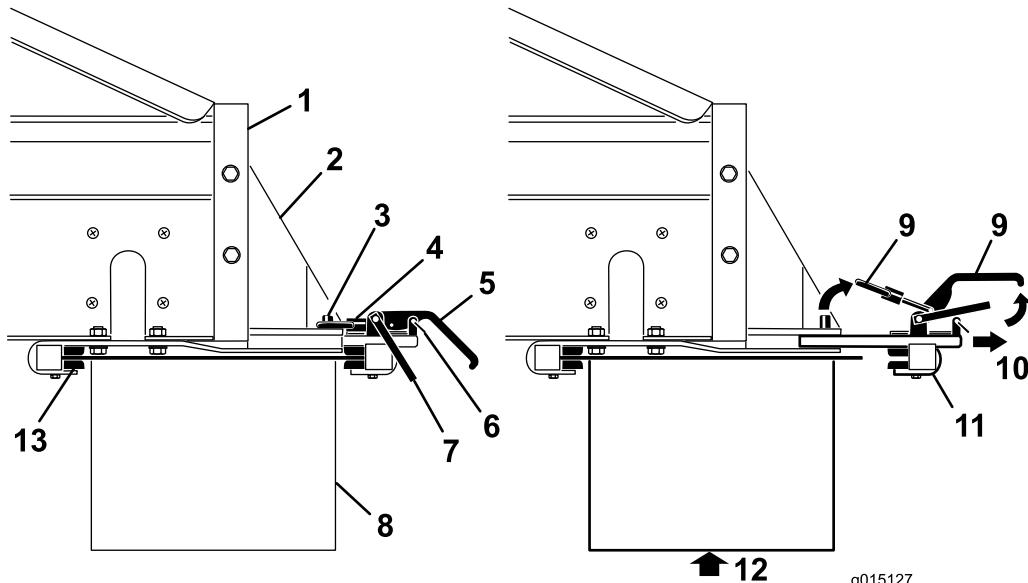

图29
1. 卸下锁紧手柄 (图29) 上的安全闩夹。
2. 提起安全闩，然后提起附件连接锁紧手柄，再从锁销中放开锁环 (图29)。
3. 将后部的附件连接锁紧组件滑出快速连接槽 (图29)。
4. 在协助下，将位于 MH-400 后部的双甩盘的前端插入固定架前部的锁紧装置 (图29)。
5. 在为双甩盘提供支撑的同时，将后部附件连接锁紧组件滑回支架的槽内，并位于尾端上方 (图29)。
7. 将安全闩夹装回锁紧手柄 (图29)。